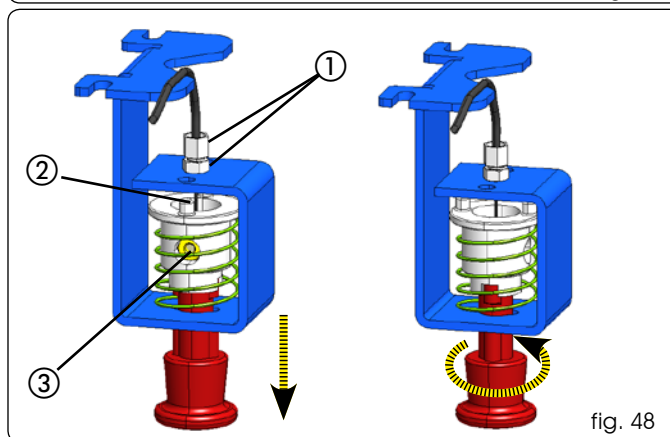

fig. 48
- Avvitare il registro, con il relativo dado di bloccaggio, come indicato in fig. 48 rif. ①.
- Inserire il cavo in acciaio all'interno del registro; farlo passare dentro al dispositivo di sblocco (fig. 48 rif. ②).
- Bloccare il cavo in acciaio con l'apposito morsetto e stringere la vite (fig. 48 rif. ③).
- Bloccare il pomello tirandolo e ruotandolo di 90° controllando che non ritorni nella posizione originaria (fig. 48).
- Nel caso fosse necessario eseguire delle regolazioni, agire sul registro della staffa pomello (fig. 48 rif. ①).